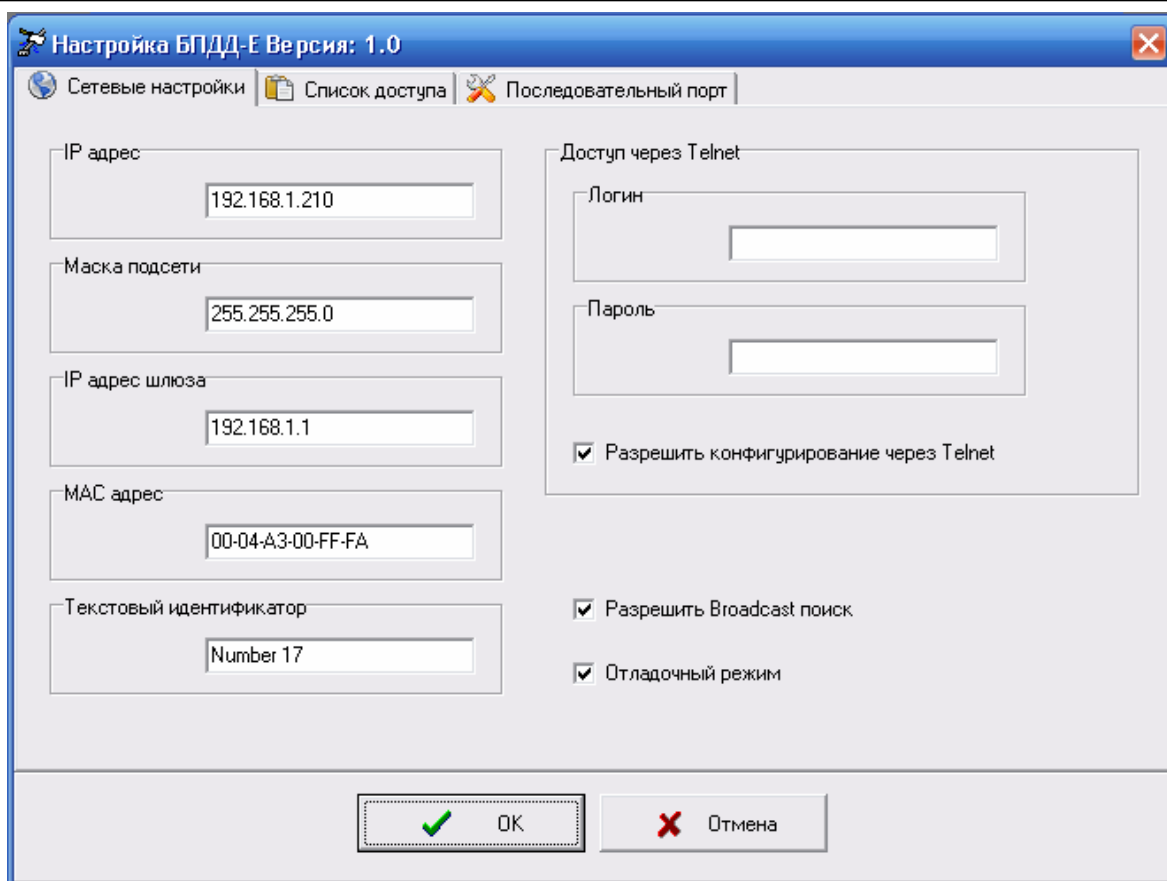

Рисунок 20 – Окно конфигурации выбранного блока БПДД-Е в программе RASOS
5. На первой вкладке (рисунок 20) расположены сетевые настройки блока. Задайте новые значения следующих параметров (таблица 14).